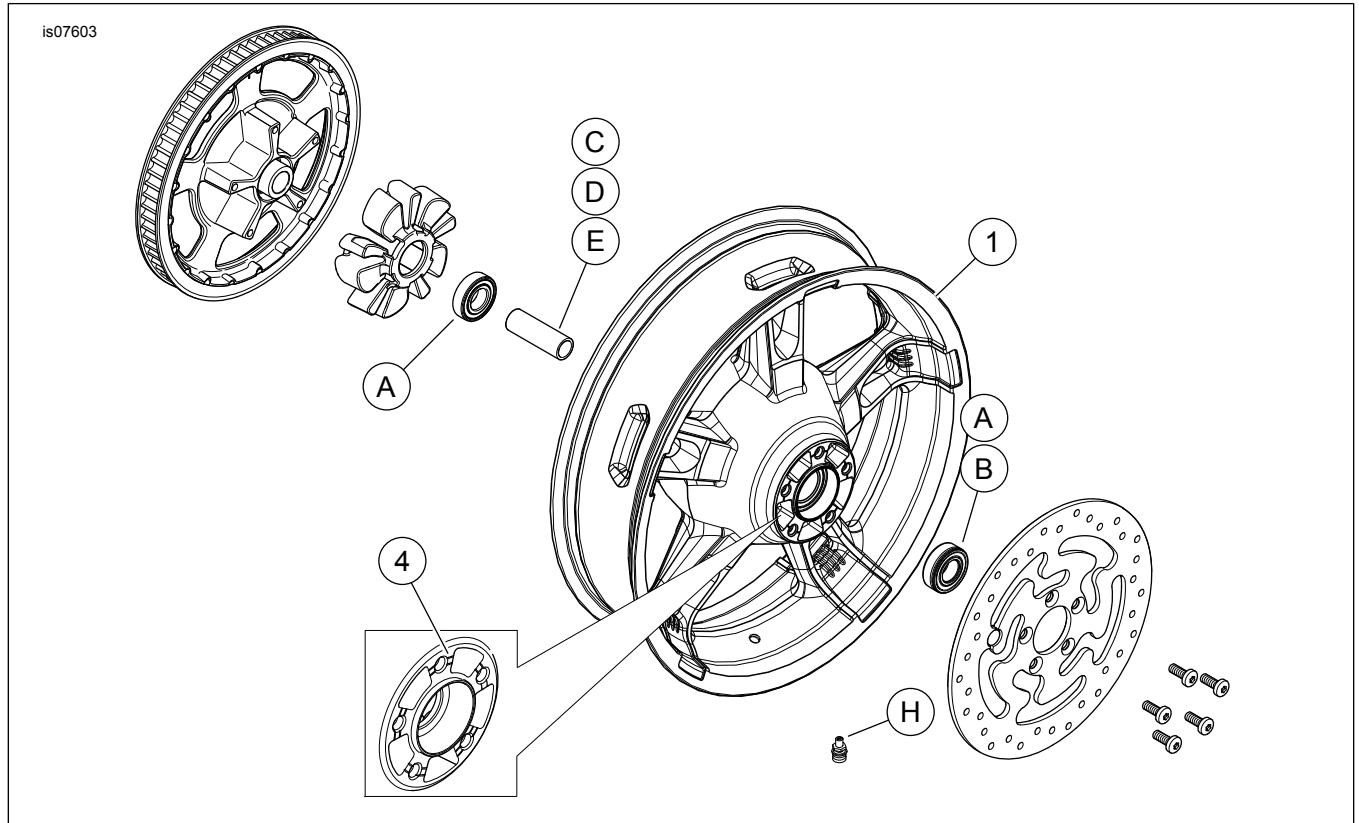

Abbildung 1. Ersatzteile: „Enforcer“-Hinterräder
Diese Sätze enthalten nur das Spezial-Rad. Siehe Abbildung 1 und Tabelle 2.
2. Siehe Abbildung 1. Die Ventilschaft-Baugruppe (H) am Rad anbringen. Siehe REIFEN im Werkstatthandbuch.